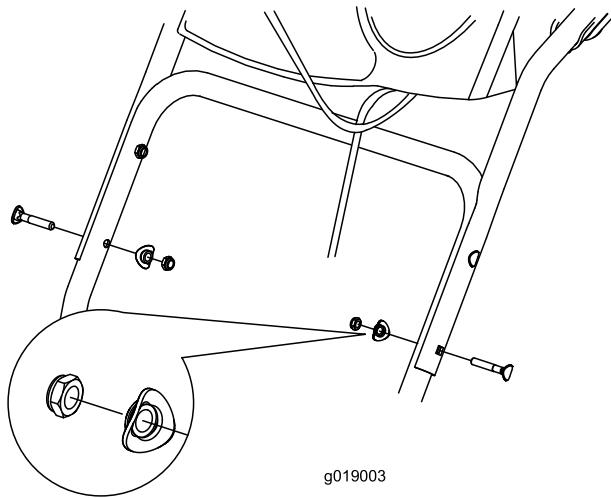

Рисунок 4
- Поднимите и поверните верхнюю рукоятку, поставив ее над нижней рукояткой (Рисунок 4).
- Установите 2 болта рукоятки, 2 изогнутые шайбы и 2 контргайки в нижние отверстия рукоятки (Рисунок 4).